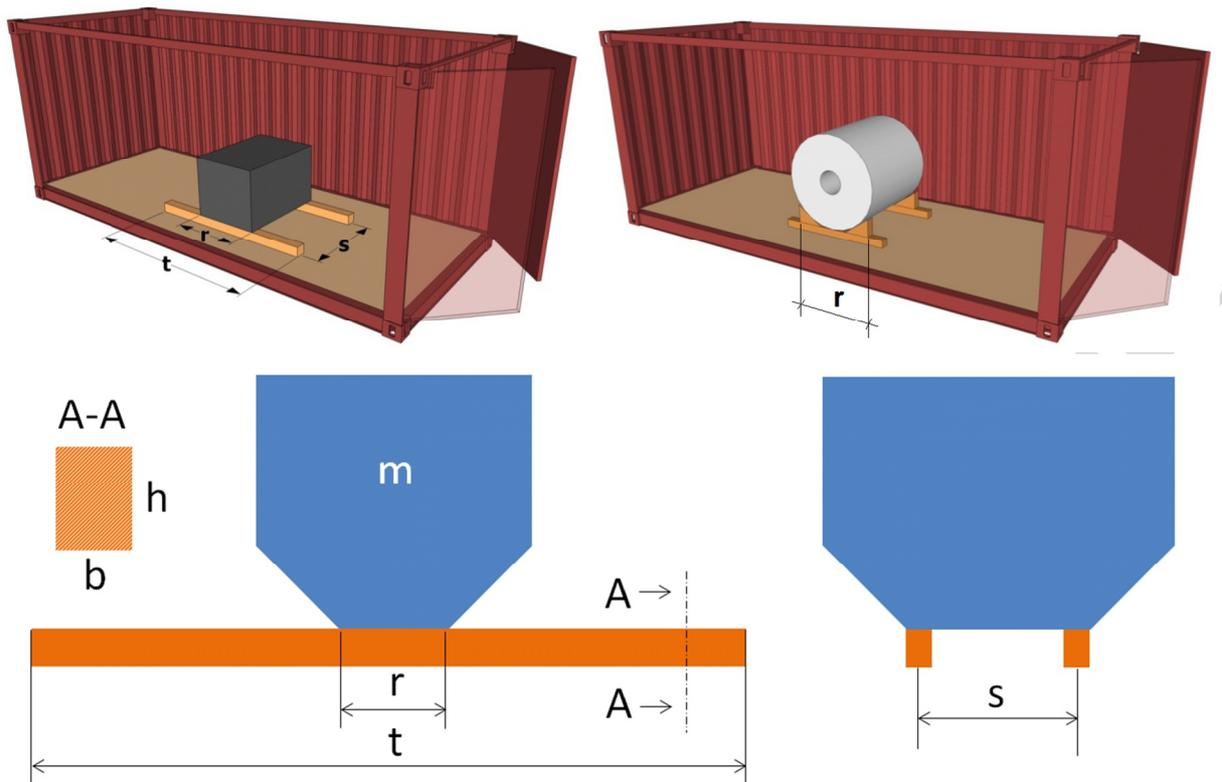

Figura 5. Parámetros para el dimensionamiento de vigas.
- r Longitud en metros de la huella de apoyo de la carga. Téngase en cuenta que puede ser inferior a la longitud de la carga (ver figura 5 superior derecha e inferior izquierda).
- s Anchura máxima en metros de apoyo entre los ejes de las vigas longitudinales. Téngase en cuenta que puede ser inferior a la anchura de la carga (ver figura 5 inferior derecha).
- b×h Sección en centímetros x centímetros de las vigas empleadas (ver figura 5 inferior izquierda).
Donde “m” es la masa de la carga en toneladas y “s” la definida en la figura 5 en metros.
Donde “m” es la masa de la carga en toneladas y “t” y “r” en metros han sido definidas en la figura 5.